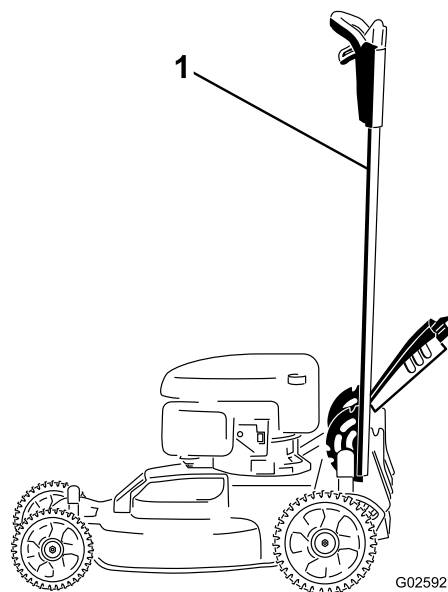

Рисунок 37
- Зафиксируйте рукоятку в вертикальном положении (Рисунок 37); см. Регулировка высоты рукоятки (страница 14).